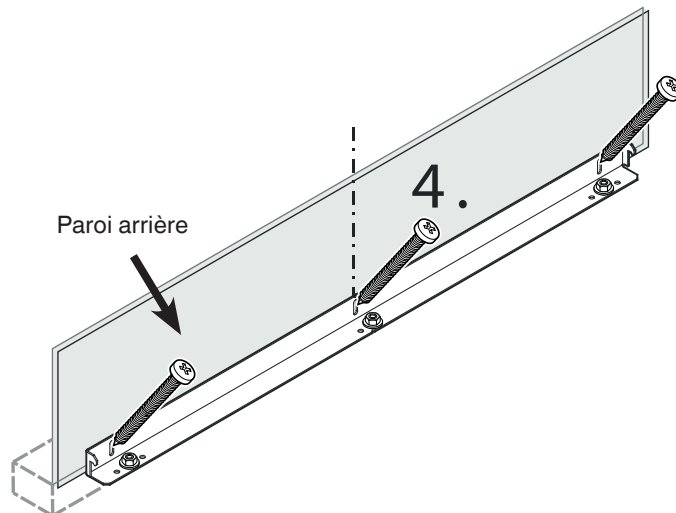

Figure 5
4. Fixer l'équerre anti-basculement à la paroi arrière (**figure 5**) à l'aide de 3 vis (6 x 60).